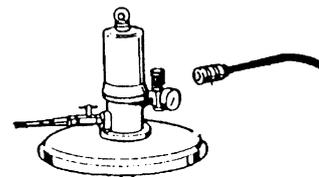

Fig.2.3
- 7) ポンプ吐出口に、付属の高圧ホース、高圧グリースガンを取り付け、エア供給口にレギュレーターを取り付けてください。接続部は、確実に締め付けてください。（Fig.2.3）
レギュレーターでの圧力調整方法は、ツマミを右に回すと加圧（圧力の指針が“0”から徐々に数値が上がる）され、左に回すと減圧（圧力の指針が逆に“0”に戻る）されます。(Fig.2.3)